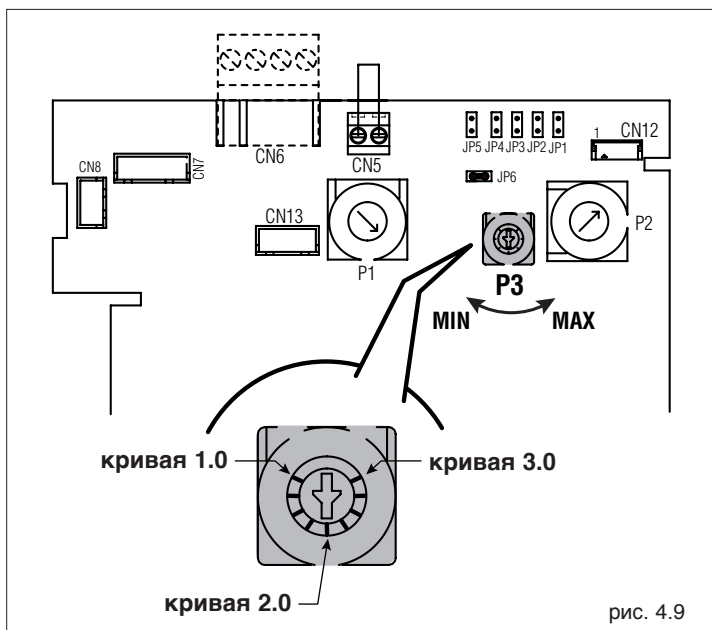
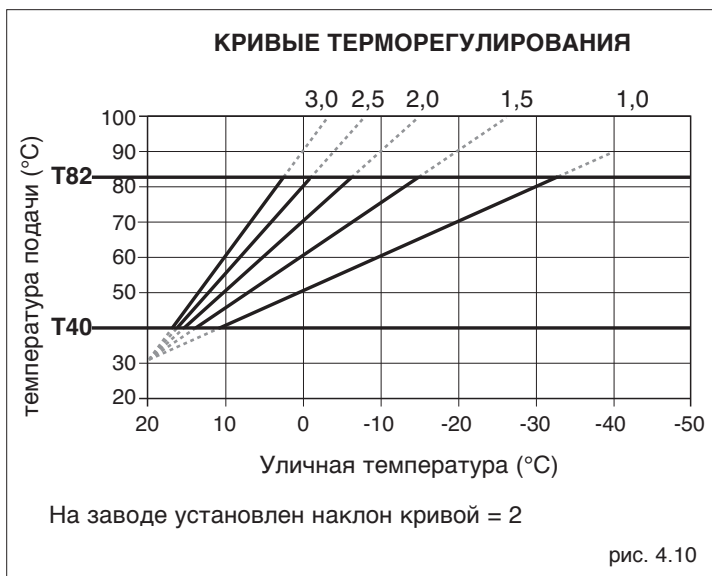
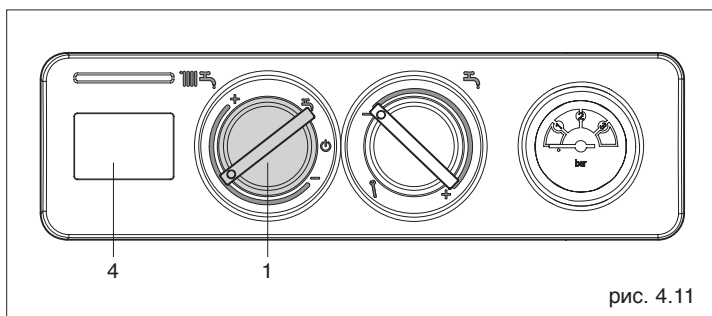

рис. 4.9
рис. 4.10
рис. 4.11
С помощью потенциометра P3 (рис. 4.9) который находится на электронной плате котла можно изменить наклон кривой терморегулирования.
Наклон кривой можно менять в диапазоне от 1,0 до 3,0. На рис. 4.9 для примера наклон кривой установлен на значение 2,0. Заданную температуру в котле в зависимости от температуры наружного воздуха можно определить из графика на рис. 4.10 при условии, что переключатель (1, рис. 4.11) установлен в промежуточном положении (комфортная температура 20°C).
Существует возможность изменения заданной температуры в котле, не изменяя наклон кривой и температуру наружного воздуха. Это можно сделать с помощью переключателя режимов работы (1, рис. 4.11).
При вращении переключателя (1, рис. 4.11), на дисплее (4, рис. 4.11) высвечивается температура на выходе из котла рассчитанная с учетом наружной температуры, заданной температурой и установленным углом наклона кривой. Через несколько секунд после прекращения вращения переключателя на дисплее высветится текущая температура в котле.
Если переключатель режимов находится в промежуточном положении (1, рис. 4.11) коррекция температуры на выходе из котла не производится. Если необходимо изменить заданную температуру на выходе из котла для повышения комфорта в помещении можно сделать корректировку:
- поверните переключатель режимов (1, рис. 4.11) в сторону со знаком - . Заданная температура на выходе из котла упадет;
- поверните переключатель режимов (1, рис. 4.11) в сторону со знаком + . Заданная температура на выходе из котла увеличится.